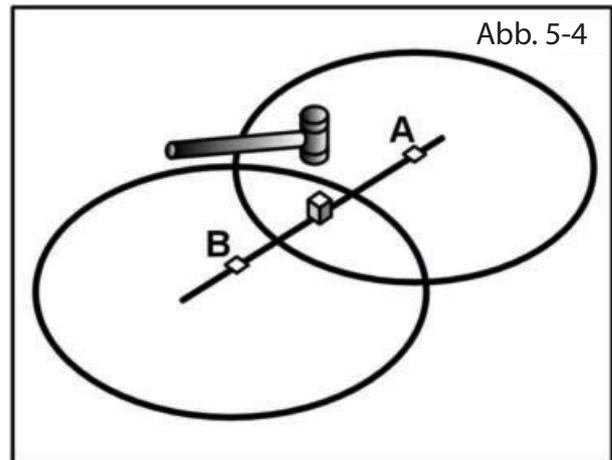

Abb. 5-4
- d) Ersetzen Sie nun die Pflöcke durch Holzpfähle mit einem Durchmesser von ca. 25 mm und einer Mindestlänge von ca. 15 cm. Schlagen Sie diese so in die Erde ein, dass deren oberes Ende eben mit dem Boden ist (Abb. 5-4, [A] und [B]).
- e) Schlagen Sie nun einen weiteren Pflock [C] mit gleichem Durchmesser und gleicher Länge in die Beckenachse (Mittellinie) genau mittig zwischen Pflock [A] und Pflock [B] ein. Das Maß L ist der Tabelle auf Seite 21 und 22 unter den jeweiligen Beckengrößen zu entnehmen (Abb. 5-4).